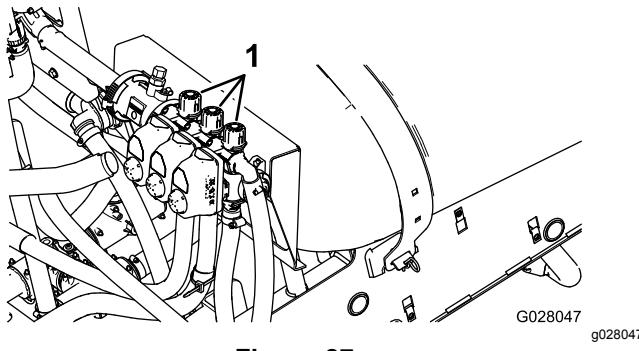

Figure 87
- Désactivez la rampe gauche et réglez la vanne de dérivation de rampe (Figure 87) jusqu'à ce que la pression indiquée corresponde à celle réglée précédemment (généralement 2,75 bar).
- Réglez la vanne de dérivation de la rampe droite (Figure 87) jusqu'à ce que la pression indiquée
- Réglez la vanne de dérivation de la rampe centrale (Figure 87) jusqu'à ce que la pression indiquée corresponde à celle réglée précédemment (généralement 2,75 bar).